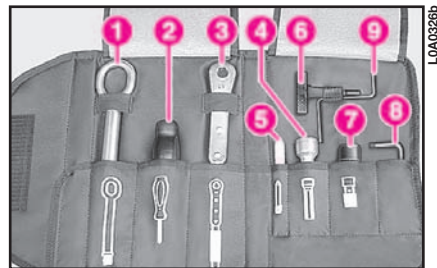

fig. 8
9) Aprire la borsa attrezzi e sfilare gli utensili necessari (fig. 8):